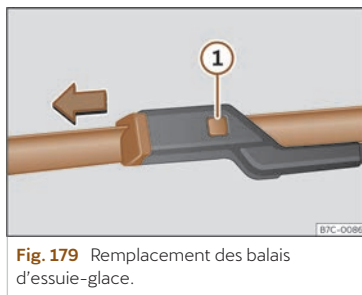

Fig. 179 Remplacement des balais d'essuie-glace.
- Maintenez la touche de déverrouillage >>> **fig. 179 ①** enfoncée en tirant légèrement le balai dans le sens de la flèche.